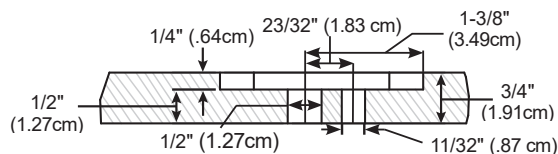

Figure 1
- 7.7. À l'aide d'une toupie, d'un guide de ligne droite et d'une fraise de 1 po (2,54 cm), fraisez un trou de 1/4 po (0,64 cm) de profondeur sur le panneau de 3/4 po (1,91 cm). Voyez la Figure 1.